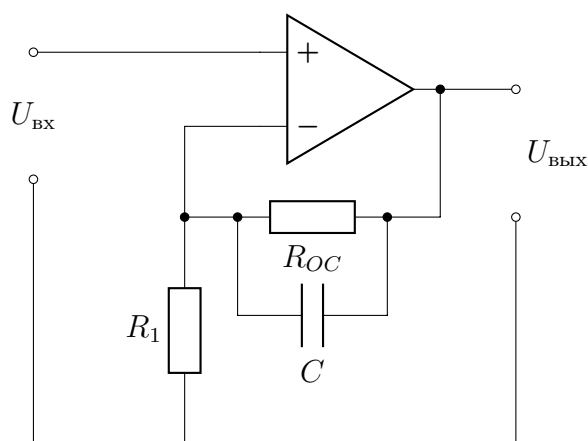

Рис. 2: схема активного фильтра низких частот при неинвертирующем включении
- Собрать схемы по рис. 2, 3, 4.